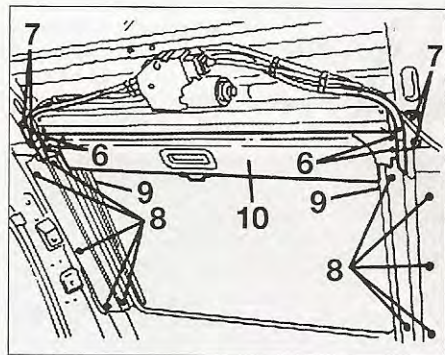
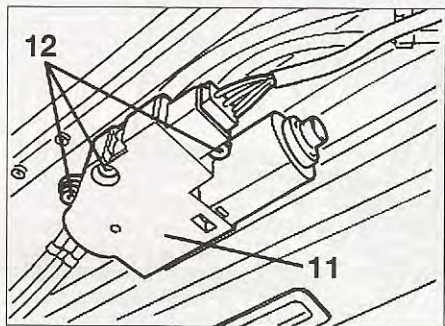

FIG. 58
FIG. 59
- los tornillos de fijación (6) de la cortina (fig. 58).
- los tornillos (7) de las patas de sujeción de las guías de los cables de mando del techo corredizo.
- los tornillos (8) de fijación de los railes (9) de techo corredizo.
- la cortina de los railes (10) de techo corredizo.
- Desconectar el motor eléctrico (11) (fig. 59).
- Desmontar los tornillos de fijación (12) del motor.